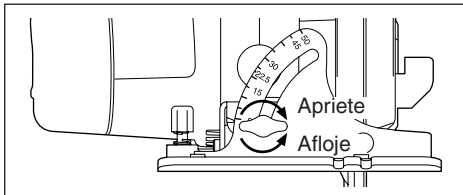

Fig. 6
- Para ajustar el biselado de corte, afloje la perilla de ajuste de biselado. Gire la perilla de ajuste de biselado en sentido antihorario (Consulte la Fig. 6). Ajuste el biselado del corte.